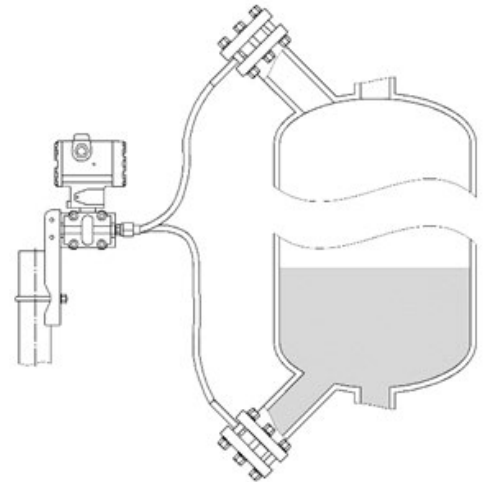

Рисунок 11 – Схема монтажа датчика измерения уровня
3.2.15 Датчик измерения уровня необходимо располагать в самой нижней точке измерения. Не допускается устанавливать датчик в потоке загружаемой среды или в месте резервуара подверженного скачкам давления (зона всасывания насоса, лопастей мешалки). Для упрощения эксплуатации датчик следует устанавливать за отсечным устройством. Примеры монтажа представлены на Рисунок 11. После монтажа необходимо обязательно обнулять датчик при пустой емкости.